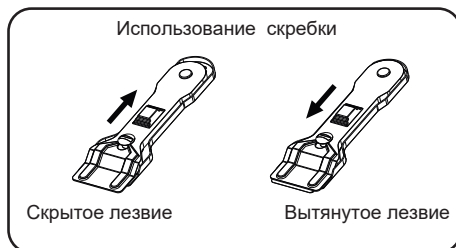

Рис. 7
- Когда вы закончите с лезвием, убедитесь, что оно зафиксировано. (См. Рис. 7)